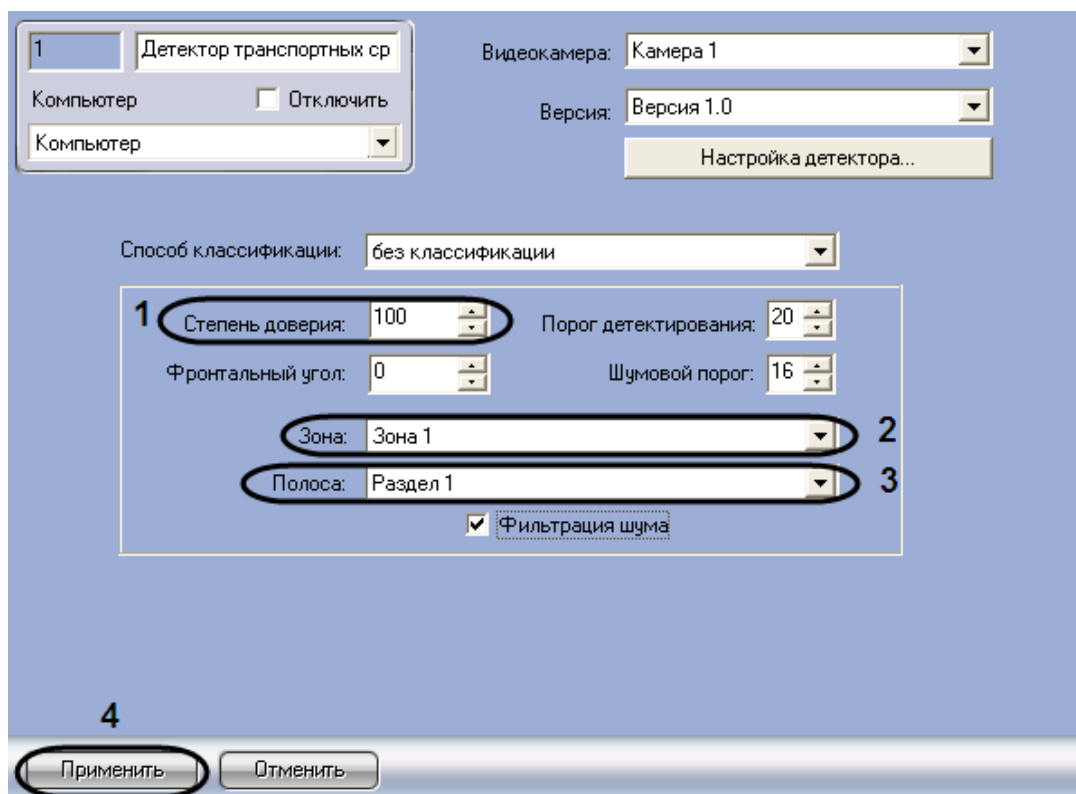

Рис. 7.6—7. Задание сведений о детекторе транспортных средств
1. Перейти на панель настройки объекта «Детектор транспортных средств» (см. Рис. 7.6—7)
2. В поле со списком «Степень доверия» ввести степень доверия к детектору транспорта (см. Рис. 7.6—7, 1)
3. Из раскрывающегося списка «Зона» выбрать название объекта «Зона» или «Область», соответствующего территории, на которой расположена видеокамера детектора (см. Рис. 7.6—7, 2)